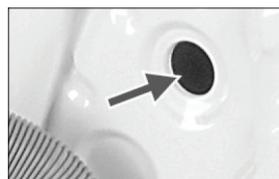

Рис. 3
- колпачки для транспортировочных болтов, 4 шт. (рис. 3);
3. Достаньте из пакета с принадлежностями 4 пластиковые заглушки «С» и закройте ими освободившиеся от болтов отверстия (рис. 3).